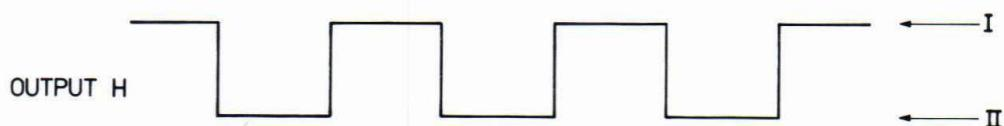
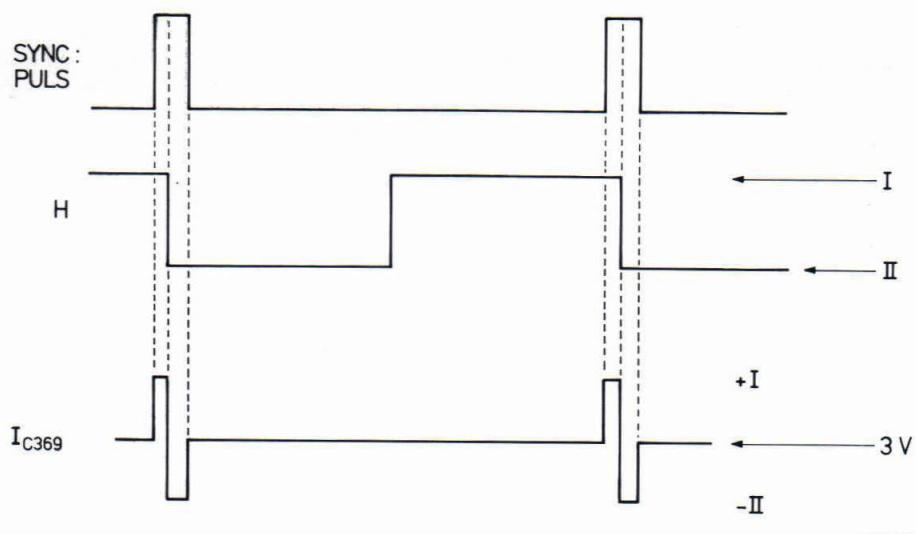

Fig. VIII-7
Fig. VIII-8
Tijdens de positieve gedeelten van de H-blokgolven levert bron I stroom, en tijdens de negatieve bron II (Fig. VIII-7) Deze bronnen kunnen C369 opladen (I) of ontladen (II) als SK1 gesloten wordt. Deze SK1 is gesloten gedurende een sync. puls. De gemiddelde spanning op C369 is 3 Volt en deze spanning blijft zo, als hij van beide stroombronnen evenveel stroom krijgt. Dit gebeurt in de toestand zoals in Fig. VIII-8 is gegeven.